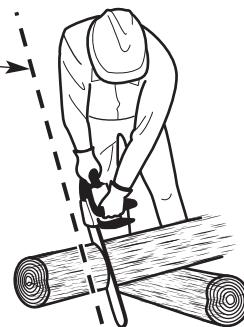

Fig. 8
**ADVERTENCIA:** Utilice siempre estos lugares para las manos que se especifican a continuación independientemente de que el operador sea diestro o zurdo. Esto ayudará a mantener al operador levemente hacia la izquierda de la unidad y fuera de la línea directa de la cadena de la sierra en caso de que se produzca un contragolpe (Fig. 8 y Fig. 9). Mantenga siempre todas las partes del cuerpo a la izquierda de la línea de la cadena.